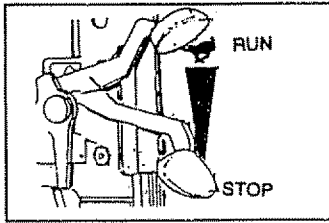

FIG. 6
- Primero mueva la palanca de mando del motor a la posición "STOP" (Fig. 6).